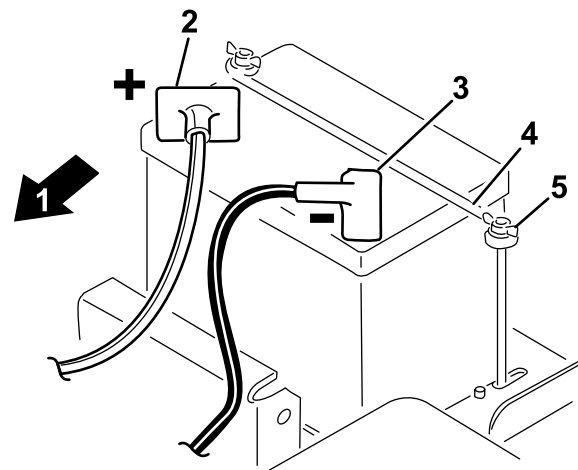

Bild 3
1. Setzen Sie die Batterie hinter den Sitz ein. Die Batteriepole sollten zur Vorderseite der Maschine zeigen (Bild 3).
2. Schließen Sie das Pluskabel der Batterie (rot) vom Startermagnet an den positiven Pol (+) der Batterie an (Bild 3). Befestigen Sie sie mit einer Schlossschraube und einer Mutter.
5. Montieren Sie die Batterieklemme und die Scheiben und ziehen Sie sie mit den Flügelmutter an (Bild 3).